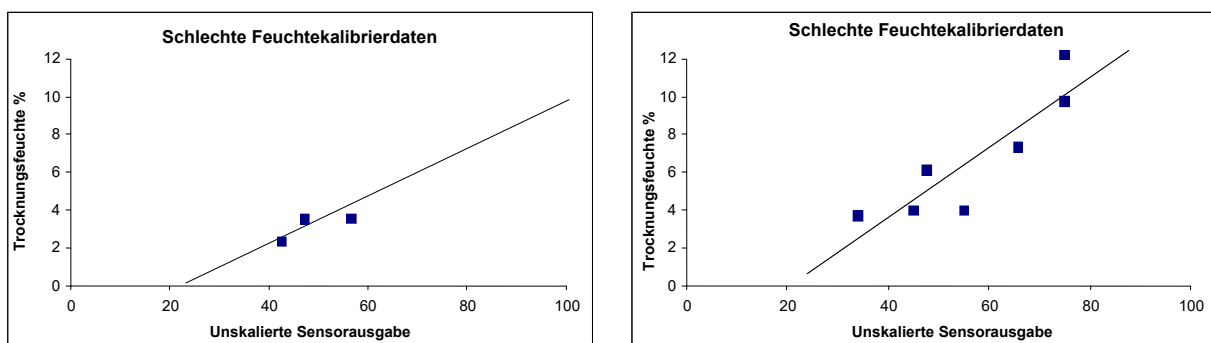

Abbildung 18: Beispiele für mangelhafte Kalibrierpunkte
- Es werden Proben mit ähnlichem Feuchtegehalt genommen (Abbildung 18, links). Es muss ein möglichst großer Feuchtebereich gegeben sein.
- Große Streuung der Messwerte, wie im folgenden Diagramm Abbildung 18 (rechts) dargestellt. Dies deutet gewöhnlich auf eine unzuverlässige bzw. uneinheitliche Probennahme („Austrocknung“) oder auf eine mangelhafte Sensorplatzierung mit unzureichendem Materialfluss hin.